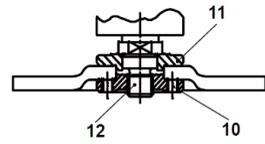

Fig. 16
- Rodas espessas (> 4 mm) com centro curvo: coloque a flange de bloqueio (10) com o lado saliente virado para a roda (Fig. 16).